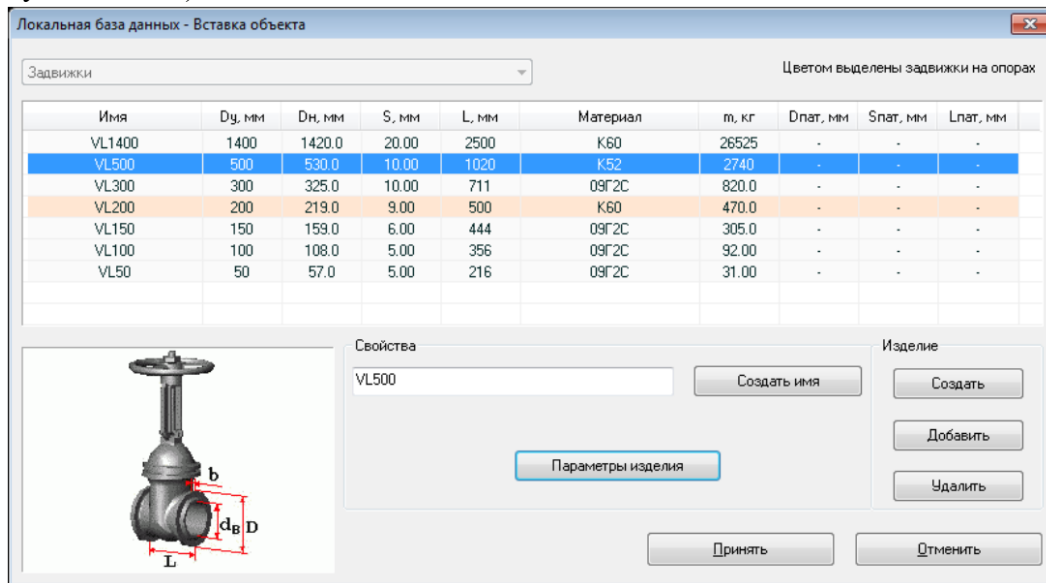

Рис. 5.2.25. Диалоговое окно вставки задвижки
3. В появившемся диалоговом окне (рис. 5.2.25.) необходимо выбрать один из объектов таблицы VALVE локальной базы данных (выбрать параметры вставляемой задвижки). Чтобы вставить задвижку, нажмите кнопку "Принять". При этом будет произведена проверка корректности параметров вставляемого объекта. В случае, если один из основных параметров объекта не будет корректно задан, программа выдаст предупреждение и вернет пользователя в окно вставки объекта. Для отмены вставки нажмите кнопку "Отменить".